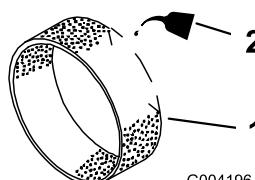

Bild 40
3. Tragen Sie 3 ml bis 6 cl des Öls auf den Vorfilter auf (Bild 40).